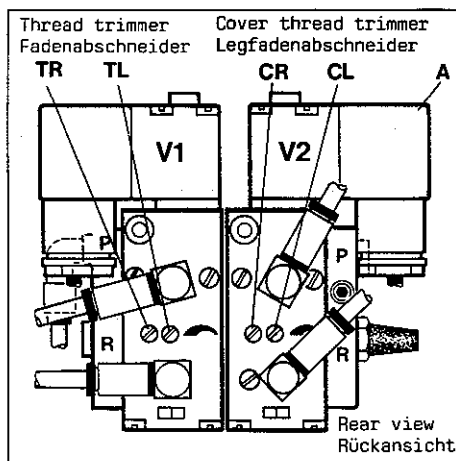
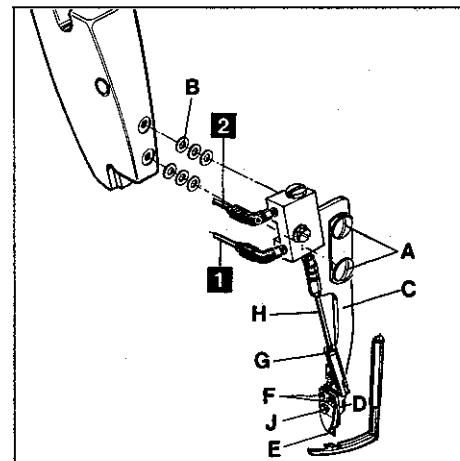

Fig. 62
Fig. 63
6.1 Keep power and air supply of cover thread trimmer disconnected by loosening the securing screw and pulling-out plug (A, Fig. 62) on valve (V2) and by disconnecting the PA-tubes (1 and 2, Fig. 63) on the air cylinder of the trimmer. Insert the ten prong plug of the thread trimmer drive on the motor. Switch-on the motor. Switch-on the air supply on toggle lever valve under the table board. Sew and cut the looper and the needle threads with fabric under the presser foot. The machine stops with needles in up position. Switch-off motor and air supply.
Hint: Also with the cover thread trimmer not yet assembled to the head cover, the needles can be set to up position as described. Assemble the cover thread trimmer with two screws (A, Fig. 63) and four or six washers (B) on the head cover (K) of the machine. Use the washers only in pairs and only so many that the holder (C) of the cover thread trimmer will not contact the head cover (K). Temporarily only snug screws (A) and make sure that the cover thread trimmer does not damage the spreader.
6.1 Trennen Sie den Legfadenabschneider von der Strom- und Luftzufuhr durch Lösen der Sicherungsschraube und herausziehen des Steckers (A, Fig. 62) am Ventil (V2) und durch Lösen der PA-Schläuche (1 und 2, Fig. 63) am Luftzylinder des Abschneiders. Stecken Sie den 10 poligen Stecker des Fadenabschneider-Antriebs am Motor ein. Schalten Sie den Motor ein. Schalten Sie die Luftzufuhr am Kipphebelventil unter der Nähtischplatte ein. Nähen Sie und schneiden Sie den Greifer- und die Nadelfäden im Stoff ab. Die Maschine näht mit den Nadeln in Hochstellung. Schalten Sie Motor und Luftzufuhr aus.
Hinweis: Auch wenn der Legfadenabschneider noch nicht am Kopfdeckel angebracht ist, können die Nadeln, wie beschrieben, in Hochstellung gebracht werden. Montieren Sie den Legfadenabschneider mit zwei Schrauben (A, Fig. 63) und vier oder sechs Scheiben (B) an den Kopfdeckel (K) der Maschine. Verwenden Sie die Unterlagscheiben nur paarweise und nur so viele, daß der Halter (C) des Legfadenabschneiders am Kopfdeckel (K) nicht anliegt. Ziehen Sie die Schrauben (A) vorerst nur leicht an und achten Sie darauf, daß der Legfadenabschneider den Legger nicht beschädigt.
6.2 Loosen the two screws (F, Fig. 63), fastening the trimmer to holder (C) and set it so that it clears the spreader with sewing thread size. Rotate the pulley manually several times when making this adjustment and check the clearance of the trimmer to spreader and needle holder. Retighten screws (F).
6.3 The tip of the movable thread catch knife (D, Fig. 63) should be flush with the fixed knife (E). For adjustment loosen nut (G) and turn connecting rod (H) accordingly. Use two open-end wrenches with 4 mm (5/32 in.) size of jaw for making this adjustment. Retighten nut (G).
6.4 The clamping pressure for the top cover thread and the cutting pressure of the knives can be adjusted with screw (J, Fig. 63) if required. Reconnect the cover thread trimmer to power and air supply.
6.2 lösen Sie die beiden Schrauben (F, Fig. 63) mit denen der Abscheider am Halter (C) befestigt ist und stellen Sie ihn so, daß er zur Legerspitze mit Nähgarnstärke freigeht. Drehen Sie bei dieser Einstellung die Handrad-Riemenscheibe mehrmals von Hand durch und überprüfen Sie die Freigängigkeit des Abschneiders zum Leger und zum Nadelkopf. Ziehen Sie die Schrauben (F) wieder an.
6.3 Die Spitze des beweglichen Fadenfänger-messers (D, Fig. 63) soll mit dem feststehenden Messer (E) bündig sein. Zur Einstellung lösen Sie die Mutter (G) und drehen die Schubstange (H) entsprechend. Verwenden Sie zur Einstellung zwei Gabelschlüssel mit 4 mm Schlüsselweite. Ziehen Sie die Mutter (G) wieder an.
6.4 Der Klemmdruck für den Oberlegfaden und der Schneiddruck der Messer kann, bei Bedarf, mit der Schraube (J, Fig. 63) eingestellt werden. Schließen Sie den Legfadenabscheider wieder an der Strom- und Luftzufuhr an.
The speed for the movement of the thread trimmer mechanism to the left for cutting is regulated with screw (TL, Fig. 62) and the speed for the movement to the right in home position is regulated with screw (TR) on valve (V1).
The speed for the movement to open the movable thread catch knife on the cover thread trimmer is regulated with screw (CL, Fig. 62) and the movement for clamping and cutting the thread is regulated with screw (CR) on valve (V2).
Die Geschwindigkeit für die Bewegung des Fadenabschneidermechanismus nach links zum Schneiden wird mit der Schraube (TL, Fig. 62) und für die Bewegung nach rechts in die Ruhestellung mit der Schraube (TR) am Ventil (V1) reguliert.
Die Geschwindigkeit für die Bewegung zum Öffnen des beweglichen Fadenfängermessers am Legfadenabschneider wird mit der Schraube (CL, Fig. 62) und die Bewegung zum Klemmen und Abschneiden des Fadens mit der Schraube (CR) am Ventil (V2) reguliert.